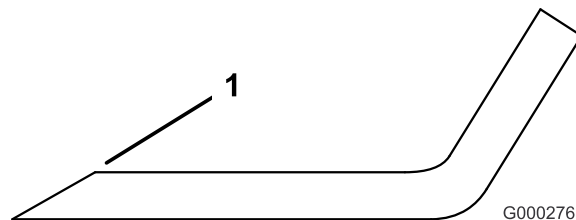

Figura 34
3. Inspeccione los filos de corte de todas las cuchillas. Afile los filos de corte si están romos o tienen mellas. Afile únicamente la parte superior del filo y mantenga el ángulo de corte original para asegurar un filo correcto (Figura 34). La cuchilla permanecerá equilibrada si se retira la misma cantidad de metal de ambos filos de corte.